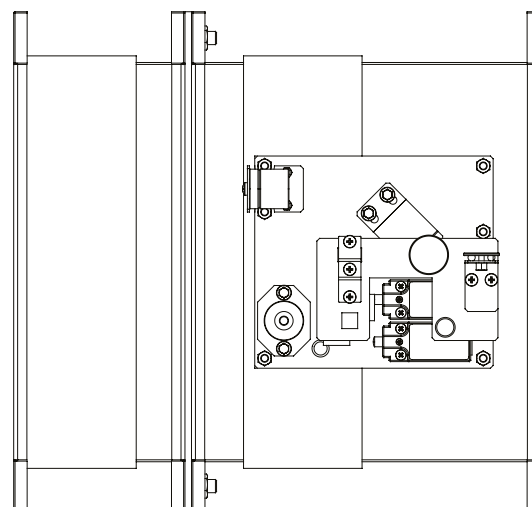

FIG. 16 Pala chiusa
- 1 - Togliere tensione alla serranda questa si porta automaticamente in condizione di pala chiusa (FIG. 16);